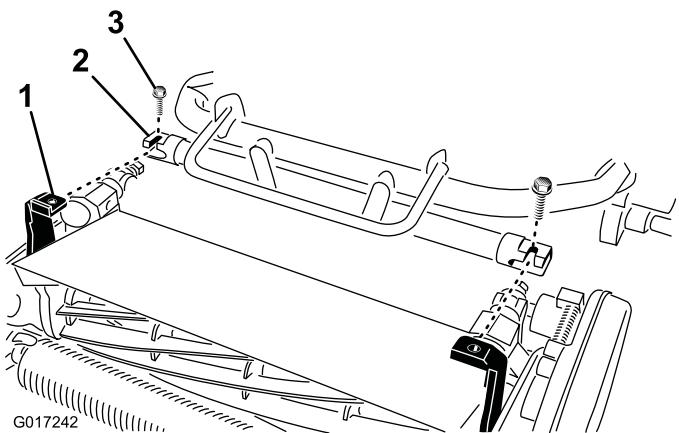

Figura 5
4. Manobre a estrutura da unidade de tracção (Figura 5) para a frente até engatar nos braços articulados da unidade de corte.
| 5. Fixe a estrutura da unidade de tracção aos braços articulados da unidade de corte com 2 parafusos 3/8 x 3/4 pol., como se mostra na (Figura 5)             |              |